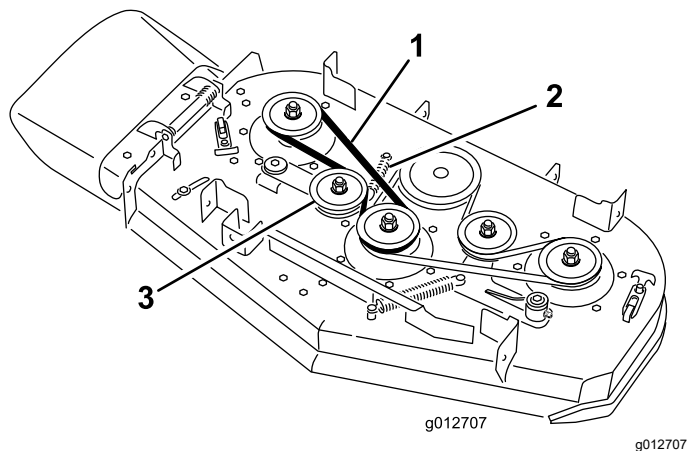

Figura 64
5. Retire la correa de la carcasa derecha del cortacésped (Figura 64).
7. Instale la correa del cortacésped que retiró anteriormente o una correa nueva alrededor de las poleas de la carcasa derecha y la polea tensora (Figura 64).